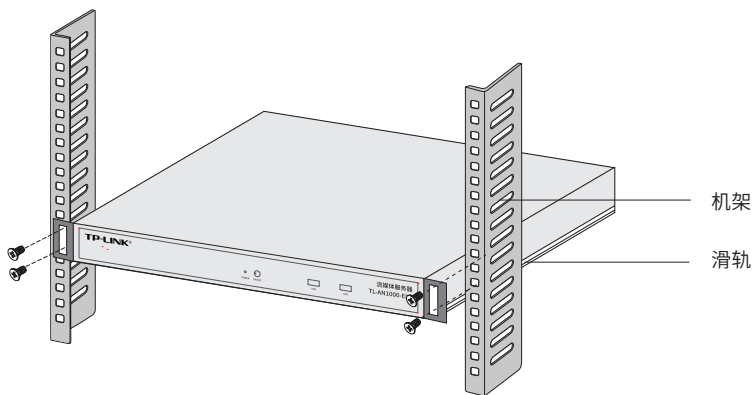

图2-1 机架安装示意图
2. 用螺钉将L型角铁固定在机架两端固定的导槽上，确保服务器稳定、水平地安装在机架上，如图2-1所示。